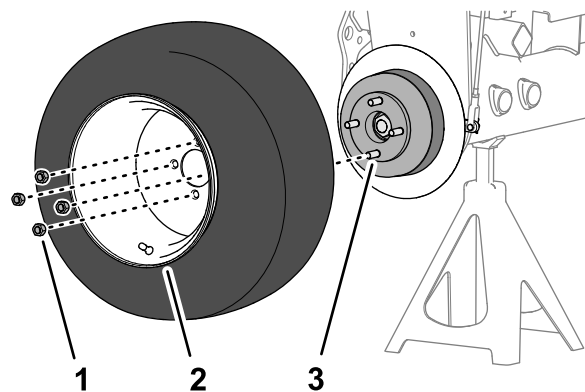

Figura 60
1. Retire as quatro porcas das rodas que prendem a roda frontal ao cubo e retire a roda (**Figura 60**).